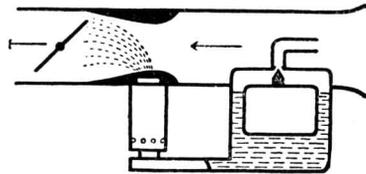

Bild 31.
2. Horizontalvergaser (Gemischbewegung waagrecht. Bild 31).